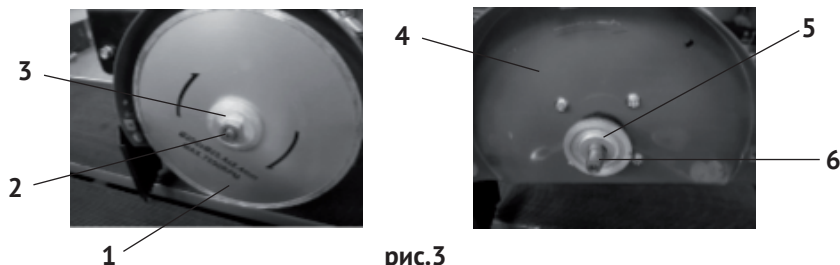

рис.3
3.3 Замена (установка) отрезного круга (см. рис.3):
- удерживая одним ключом вал якоря (рис.3 поз.6) вторым ключом открутить зажимную гайку (рис.3 поз.2);
- снять зажимной фланец (рис.3 поз.3) с вала якоря двигателя (рис.3 поз.6) затем снять отрезной круг (рис.3 поз.1) с опорного фланца (рис.3 поз.5);
- очистить (при замене) опорный и зажимной фланцы, вал якоря и кожух защитный (рис.3 поз.4);